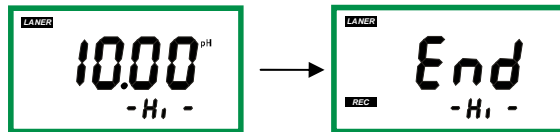

图 7-8
2、按 键或 键将数值调至控制所需的数值，然后按 OK 键确认，仪表显示高点控制调节结束。显示如图 7-8 所示：